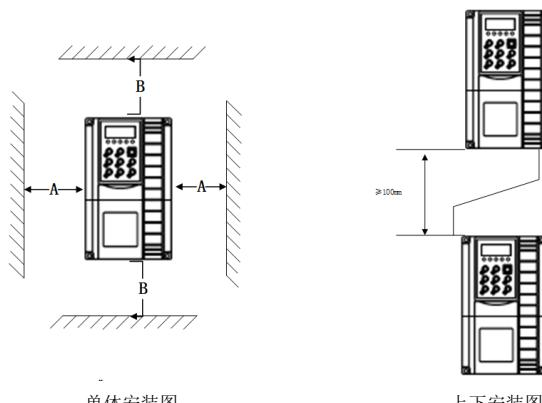

图 3-1 安装示意图
- 1) 请垂直安装变频器，便于热量向上散发。但不能倒置。若柜内有较多变频器时，最好是并排安装。在需要上下安装的场合，请参考图 3-1 的示意，安装隔热带流板。
- 2) 安装空间遵照图 3-1 所示，保证变频器的散热空间。但布置时请考虑柜内其它器件的散热情况。